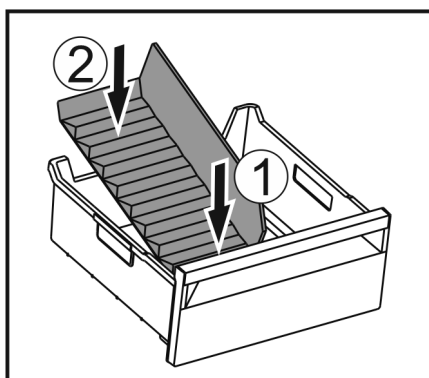

Fig. 127
- Sett inn den fremre delen av isrom-deleren. Fig. 127 (1)
- Senk den bakre delen av isrom-deleren til bunnen av skuffen. Fig. 127 (2)